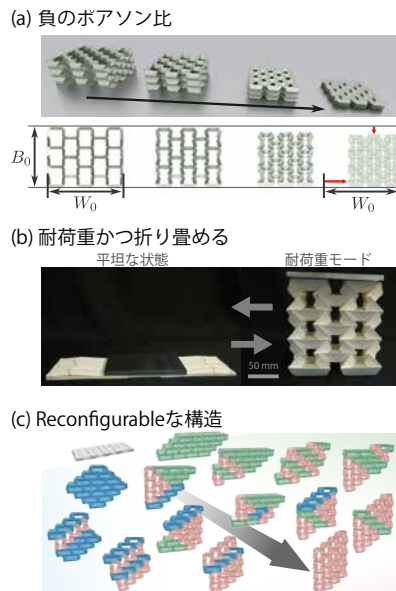

図2: Tachi-Miura多面体の様々な特性。(a) 折り畳まれたときの断面形状の変化。(b) 紙で試作したモデルの「平坦な状態」と「荷重を支えるモード」の切り替え[7]。(c) 1つの折り紙構造が、様々な形状に変化可能な様子を表す図。
ラメータを選ぶと、図2(a)のように潰した際に断面が小さくなるように変形するという、ちょっと普通とは違う挙動を示す構造の1つとなることがわかりました[6]。
2) 耐荷重かつ折り畳める: 「耐荷重(荷重を支える)」にはがっしりした構造が、「折り畳める」には柔軟に変形できる構造が必要で、その2つは相反する印象があります。Tachi-Miura多面体では、折り目に沿って折っていくことで形状が変化していくのですが、連続的に折り畳まれる途中に2つのモードに分岐する挙動を作り出すことで、特定の方向に関して、ある状態を超えて折ると、図2(b)のように上に物をおいても支えられるようになります。この荷重を支えられる状態(耐荷重モード)は、折り目を何かでロックしているわけではないので、別の方向から引っ張ると先程の平坦な状態にまた折りたたむことが容易にできます[7]。このような構造を用いると「折り畳めて」かつ「荷重も支える」という2つの相反した特性を1つの構造で実現でき、宇宙で空間を持った構造・建築に応用できる可能性を秘めているのではと考えています。
3) Reconfigurableな構造: 形状の変形をコントロールしてポアソン比を負にしたり、耐荷重と折畳みを両立させたりできることがわかると、今度は形状をどれくらい自在にコントロールできるのかが気になるかと思います(少なくとも私は気になりました)。このTachi-Miura多面体は、図2(c)左上にある平坦な状態から同図右下の赤い状態に本来折り畳まれます。しかし、折り目を選択的に山折りと谷折りを入れ替えたりなどすると、構造の特定箇所の形状を変更させることができ、構造を製作した後でも、再度作り直すことなく(形状変更の2パターンは図中青色および緑色で示す箇所に対応)、図中の様々な形状に変化可能なことがわかりました(図2(c)) [8]。従来のように用途ごとに別々に構造をつくるのではなく、1つの構造を作っておいて、使う目的に応じて変形させ、目的が変わったら、また変形させるといった再使用可能な構造に繋がるかも?と考えています。